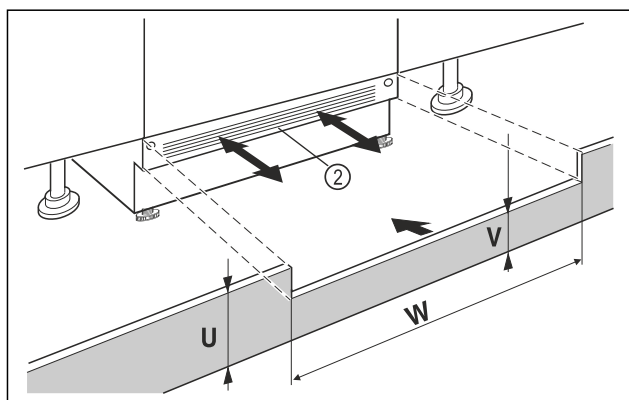

Fig. 37 Représentation à titre d'exemple
- Mettre le panneau de socle de l'appareil Fig. 37 (2) en place sans le fixer.
- Si le panneau de socle est visible Fig. 37 (2), le tirer vers l'avant de sorte à aligner l'avant de la grille d'aération et du panneau de socle du meuble.
- Si le panneau de socle est dissimulé Fig. 37 (2), le pousser entièrement vers l'arrière.
- Veiller à ce que les fentes d'aération soient complètement dégagées : si nécessaire, couper le panneau de socle du meuble Fig. 37 (U) en hauteur !
- Ajuster la hauteur de la traverse Fig. 37 (V) sous le panneau de socle de l'appareil Fig. 37 (2) sur la largeur de la niche Fig. 37 (W).